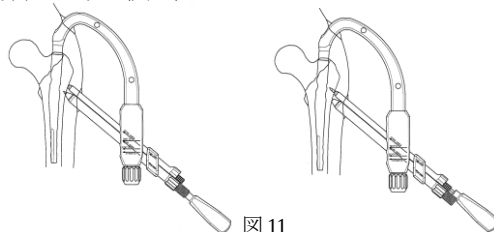

図11
- 9) ガイドピンの刺入位置を確実にするため、ラグスクリュー、エクストラスクリュー共に 3.2 ガイドピン用ピンオウルにて外側皮質を穿孔します。 (図11)